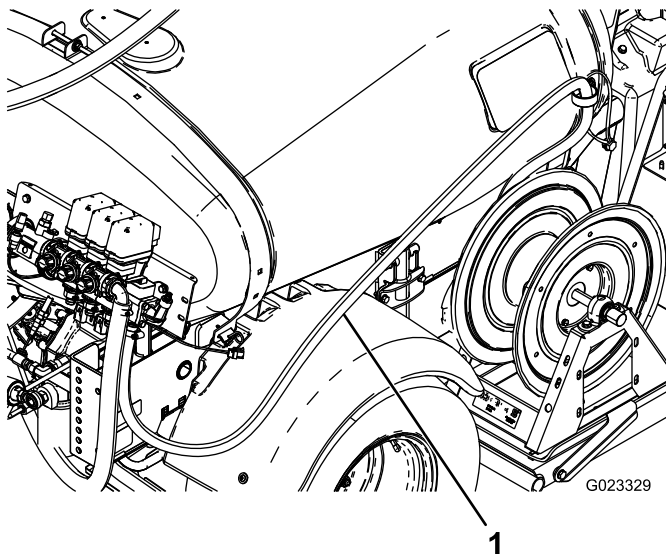

Bild 12
6. Verlegen Sie den Versorgungsschlauch der Schlauchtrommel, wie in Bild 12 gezeigt, und befestigen Sie ihn mit einer Schlauchklemme an der Schlauchtrommel.